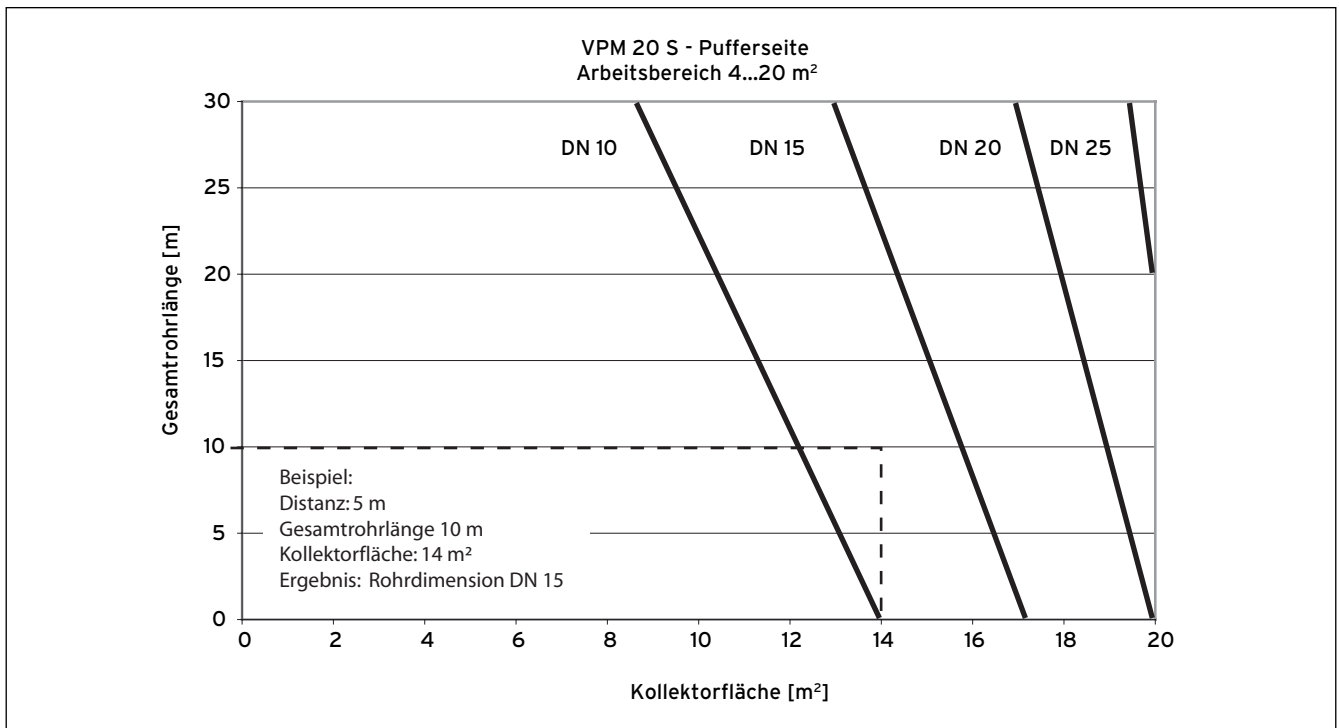
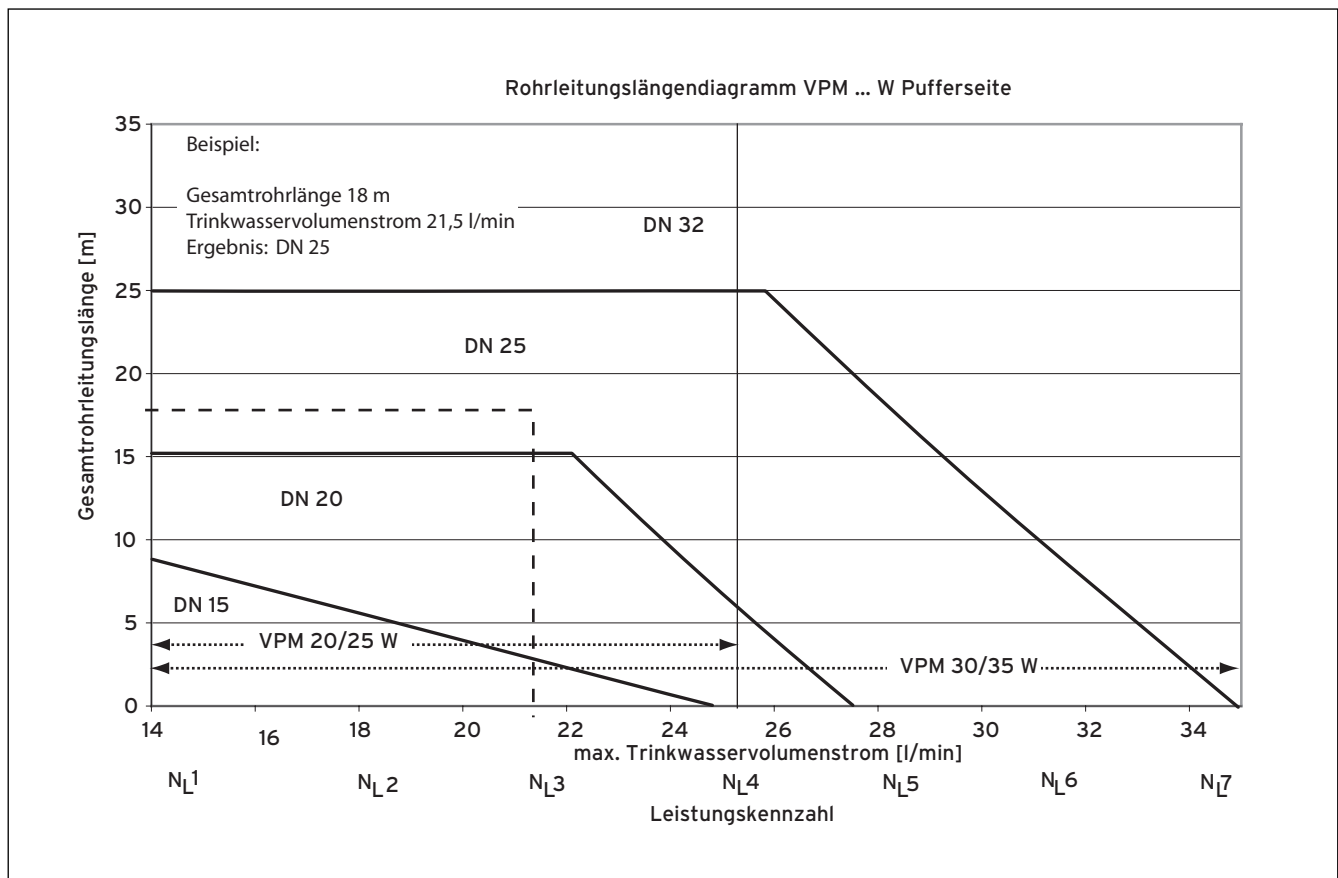

Abb. 3.16 Bestimmung Nenndurchmesser DN
Abb. 3.22 Rohrleitungsdiagramm Frischwasserstation
- Beachten Sie die Durchmesser der Rohrleitungen (siehe Abb. 3.16 bis Abb. 3.22).